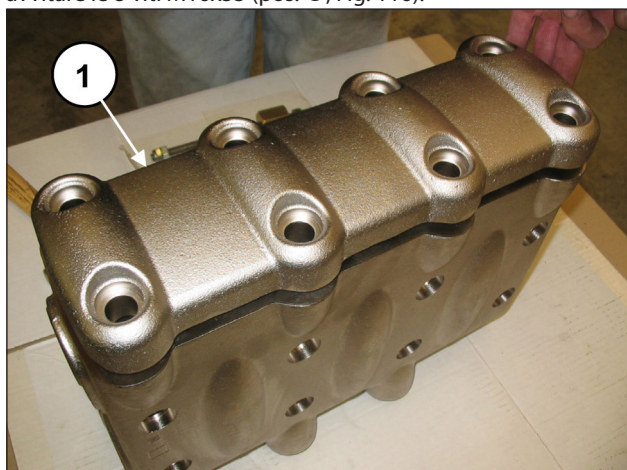
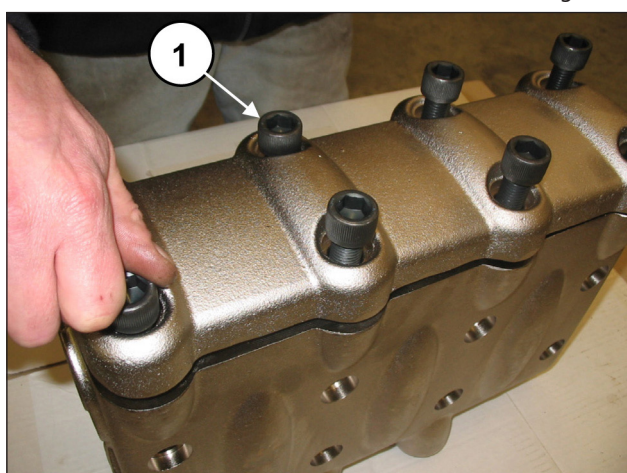

Fig. 115
Fig. 116
Dopo aver terminato il montaggio dei gruppi valvola e del tappo valvola applicare il coperchio valvole (pos. ①, Fig. 115) e avvitare le 8 viti M16x55 (pos. ①, Fig. 116).